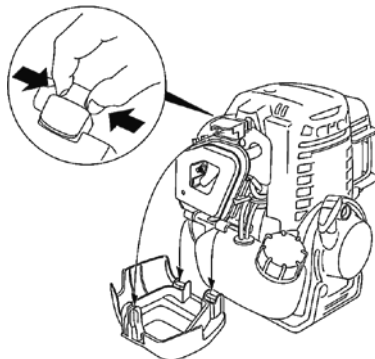

Рисунок 11
- очистьте захисний кожух (26) повітряного фільтра від пилу та бруду;
- натисніть з двох боків на верхній фіксатор захисного кожуха повітряного фільтра (дивіться рисунок 11), щоб зняти його та відкрити доступ до фільтрувального елемента;